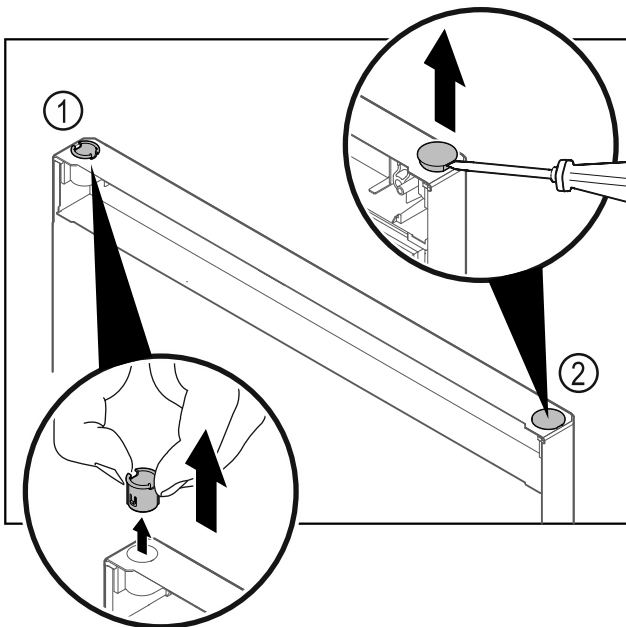

Fig. 17
- ▶ Пальцами вытяните шарнирную втулку Fig. 17 (1).
- ▶ Шлицевой отверткой осторожно подцепите и извлеките заглушку Fig. 17 (2).